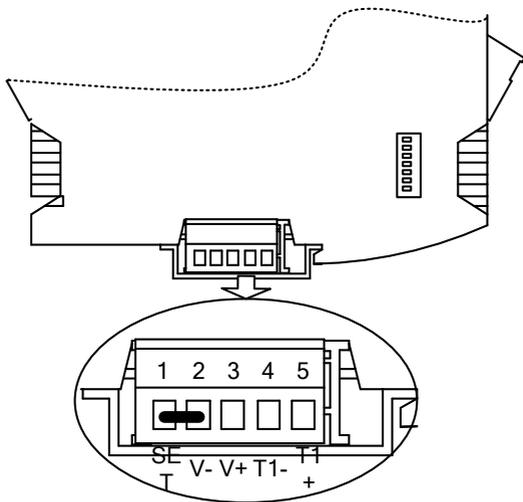

图 6-1-1 设置模式接线图
(1) 进入设置模式：将控制器设置端子（SET）连接至电源负极（V-）短路，给控制器上电，使控制器进入设置模式，如图 6-1-1 所示。该模式下，RUN 灯熄灭，控制器内部的用户程序暂停运行。